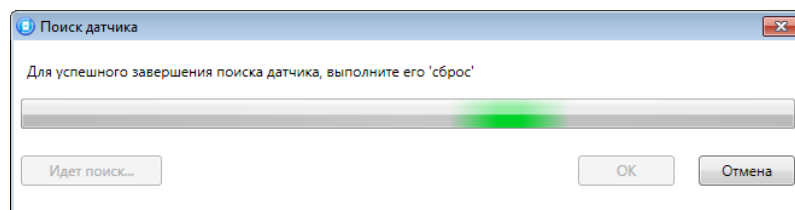

Рис. 4.2. Поиск радиоустройства
- После нажатия кнопки ОК начнется поиск радиоустройства контроллером (Рис. 4.2).